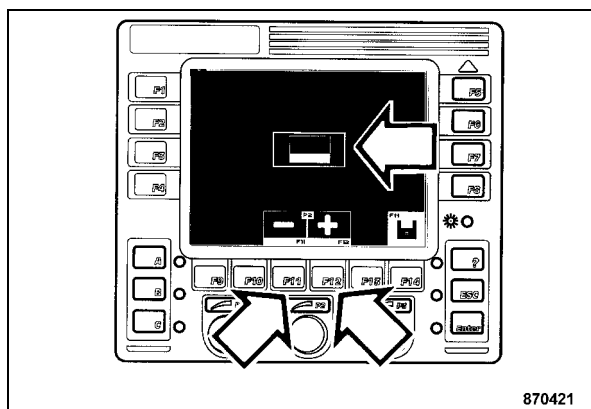

Fig. 98
- Elegira el deseado idioma de la impresora con la tecla "F11" ó tecla "F12" (Fig. 98).